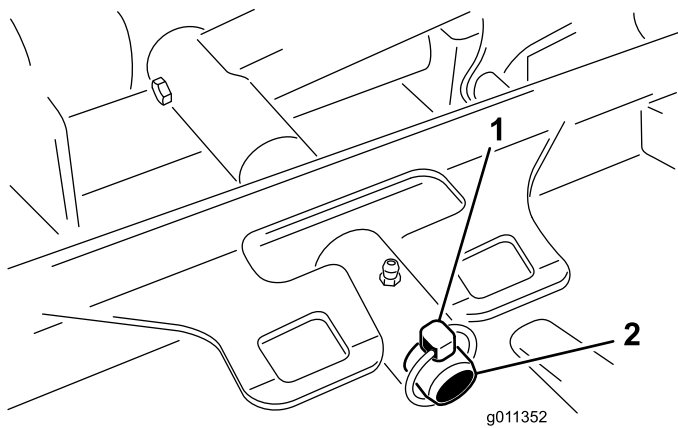

**Рисунок 85**
2. Отсоедините и снимите гидромотор с режущего блока (Рисунок 85). Накройте верхнюю часть шпинделя для предотвращения загрязнения.
3. Установите гидромотор на режущий блок (Рисунок 85). Убедитесь, что уплотнительное кольцо находится в штатном положении и не повреждено.